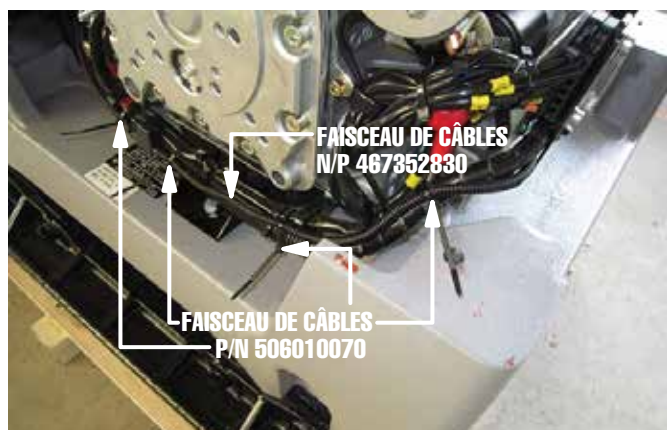

Figure 27. Installer et fixer le faisceau de câbles
13. Passer le faisceau de câbles du capteur (N/P 467352830) le long du côté droit de l'appareil, comme cela est illustré à la Figure 27, et le fixer au câblage existant avec les attaches de câble.